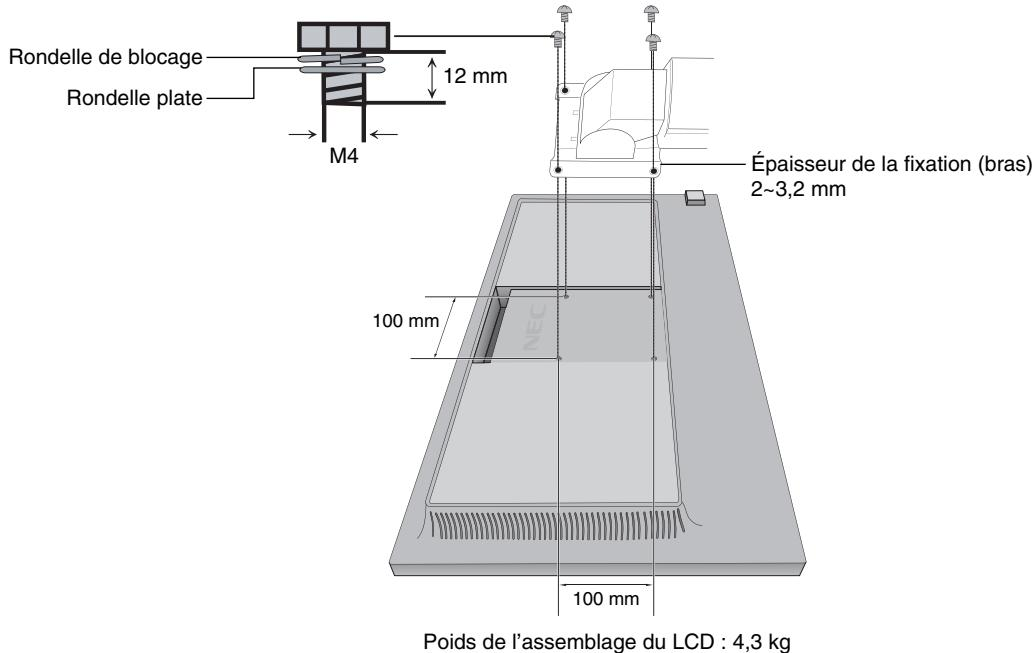

Figure F.1
2. Utilisez les 4 vis retirées du support, ou celles mentionnées, pour fixer le bras au moniteur (**Figure F.1**).
Attention : Utilisez UNIQUEMENT les 4 vis retirées du support ou celles mentionnées (**Figure F.1**) pour éviter d'endommager ce dernier, ou le moniteur.